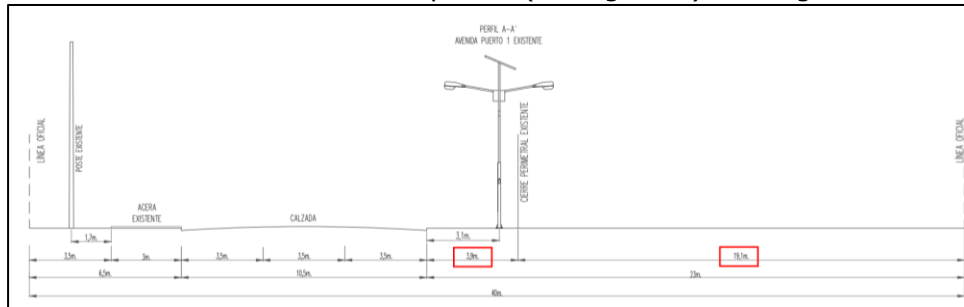

Figura 2
2.7. Perfil A-A' no coincide con lo indicado en planta (ver figura 2). Corregir.